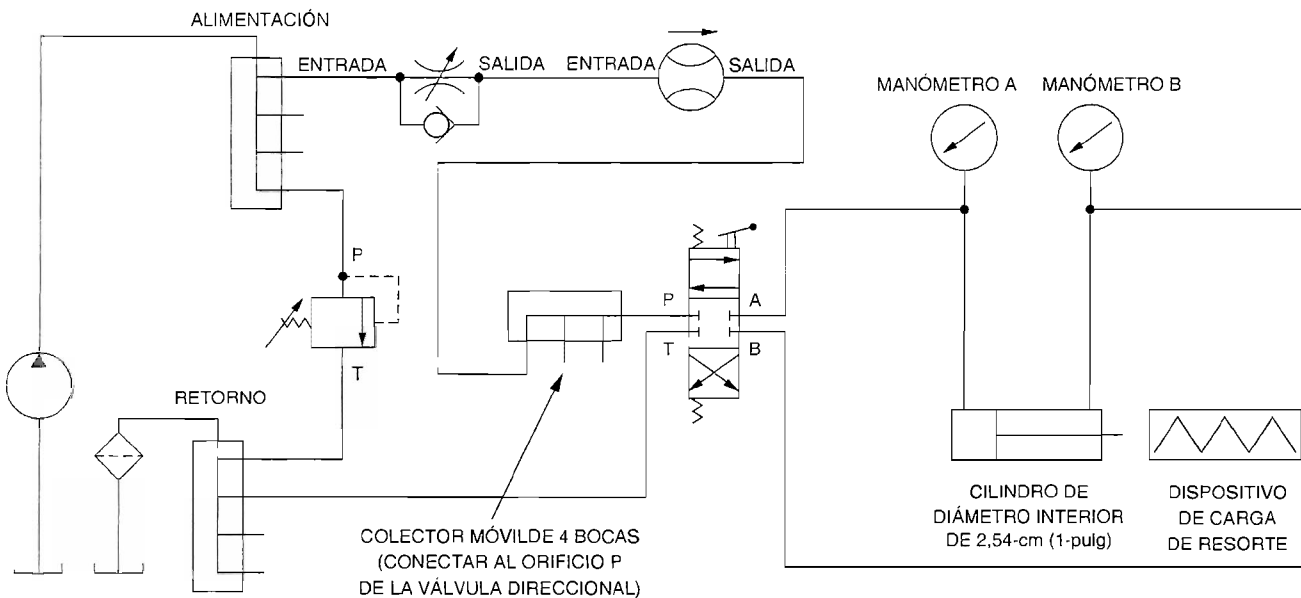

Figura 3-20. Cilindro en un circuito normal (no regenerativo).
- 10. Cambie su circuito regenerativo a circuito normal (no regenerativo). Para realizar esto, desconecte el extremo vástago del cilindro del colector de 4 bocas instalados en el orificio P de la válvula direccional, después conecte el extremo vástago al orificio B de la válvula direccional, como se muestra en la Figura 3-20.
- 29. Cambie su circuito regenerativo a un circuito normal. Para realizar esto, desconecte el vástago del cilindro del colector de 4 bocas instalado en el orificio P de la válvula direccional, después conecte el extremo vástago del orificio B de la válvula direccional, como se muestra en la Figura 3-20.